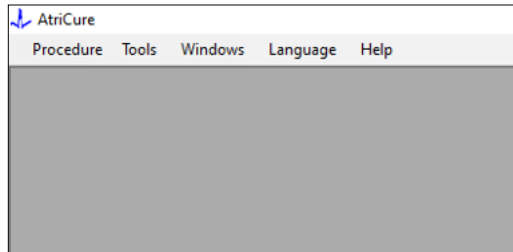

Figura 3: Menú/Características de la interfaz del software
1. El software *RF_Display* cuenta con cinco características/menús diferentes (consulte **Figura 3**):